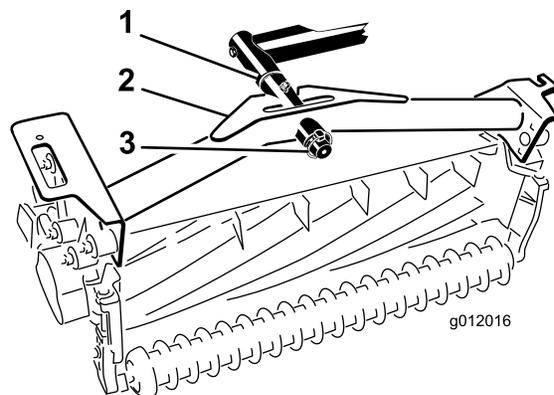

図 20
- ピボットロッドに、カッティングユニットのキャリアフレームを取り付け、リンチピンで固定する **図 20**。